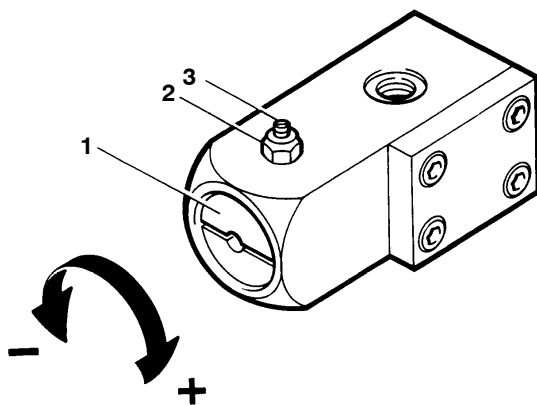

Fig. 35 Valvola di mantenimento della pressione
La valvola di mantenimento della pressione è impostata di fabbrica sul valore di pressione necessario e, di norma, non necessita né di manutenzione né di regolazioni. In caso di regolazione, la pressione di apertura può essere successivamente regolata con la vite (1, Fig. 35). A tal fine, svitare per prima cosa il controdado (2) ed estrarre leggermente la vite di regolazione (3).